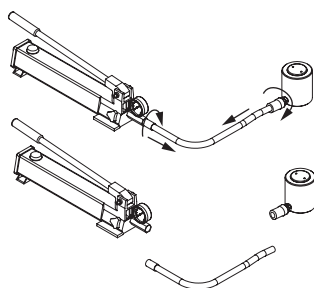

Fig. B1.28
5. Avvitare insieme i componenti idraulici quali tubo, cilindro e pompa manuale, apporre i tappi antipolvere. (Fig. B1.28)